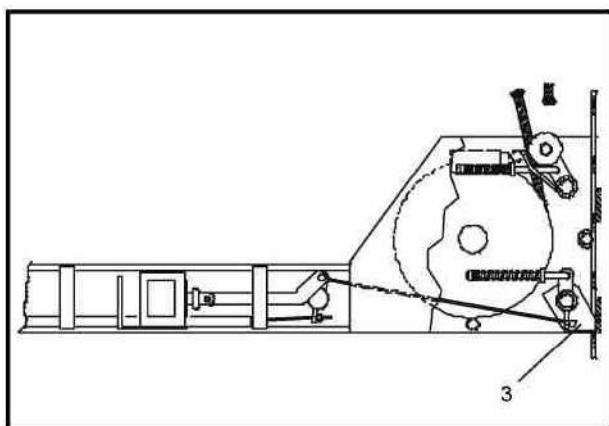
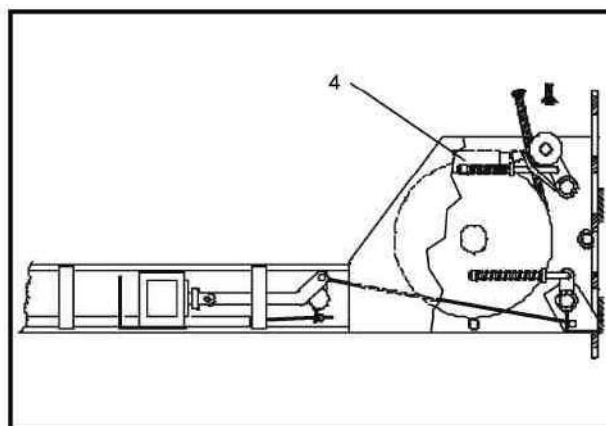

Рис. 23
Рис. 24
- При обрыве троса замок безопасности (3) останавливает подвижную часть подъемника в ближайшей прорези линейки безопасности (Рис. 23), а выключатель – датчик троса (4) прерывает подачу электропитания на насосную станцию (Рис. 24).